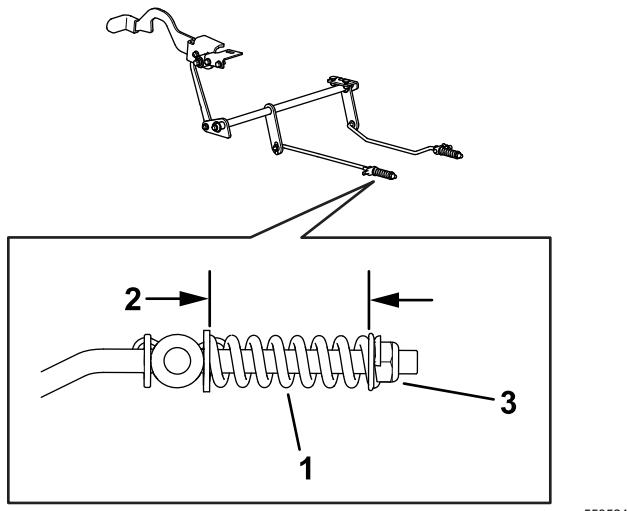

Figura 58
8. Compruebe la longitud de ambos muelles, como se muestra en la Figura 58. Si es necesario ajustarlos, gire la tuerca de retención del muelle en sentido horario para acortar el muelle y en sentido antihorario para alargarlo. Repita el paso 6.